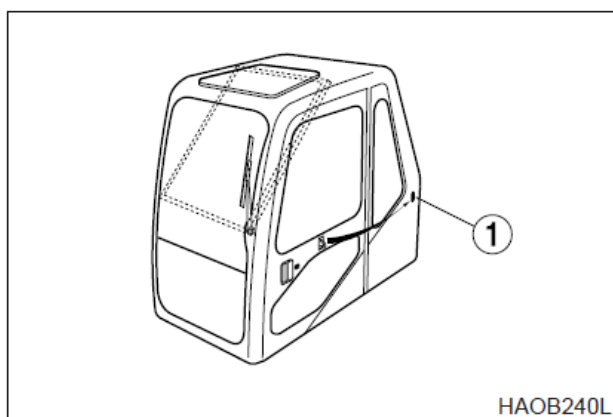

Рис. 117
- Дверная защелка (1, рис.117) используется для крепления открытой двери к стенке кабины.